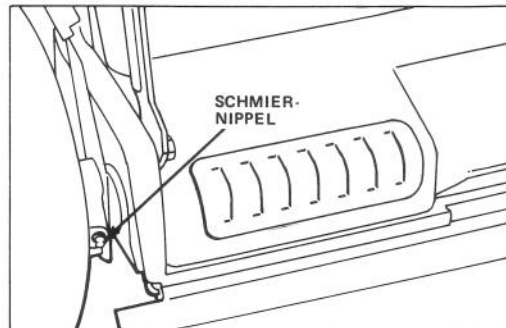

Bild 21
2. Hebel der Schnitthöheneinstellung am Hinterrad auf Stufe "2" stellen. Schmiernippel mit sauberem Tuch abwischen (Bild 21). Fettpresse ansteuern und vorsichtig 2 oder 3 Hub Mehrzweckfett auf Lithiumbasis einpressen.